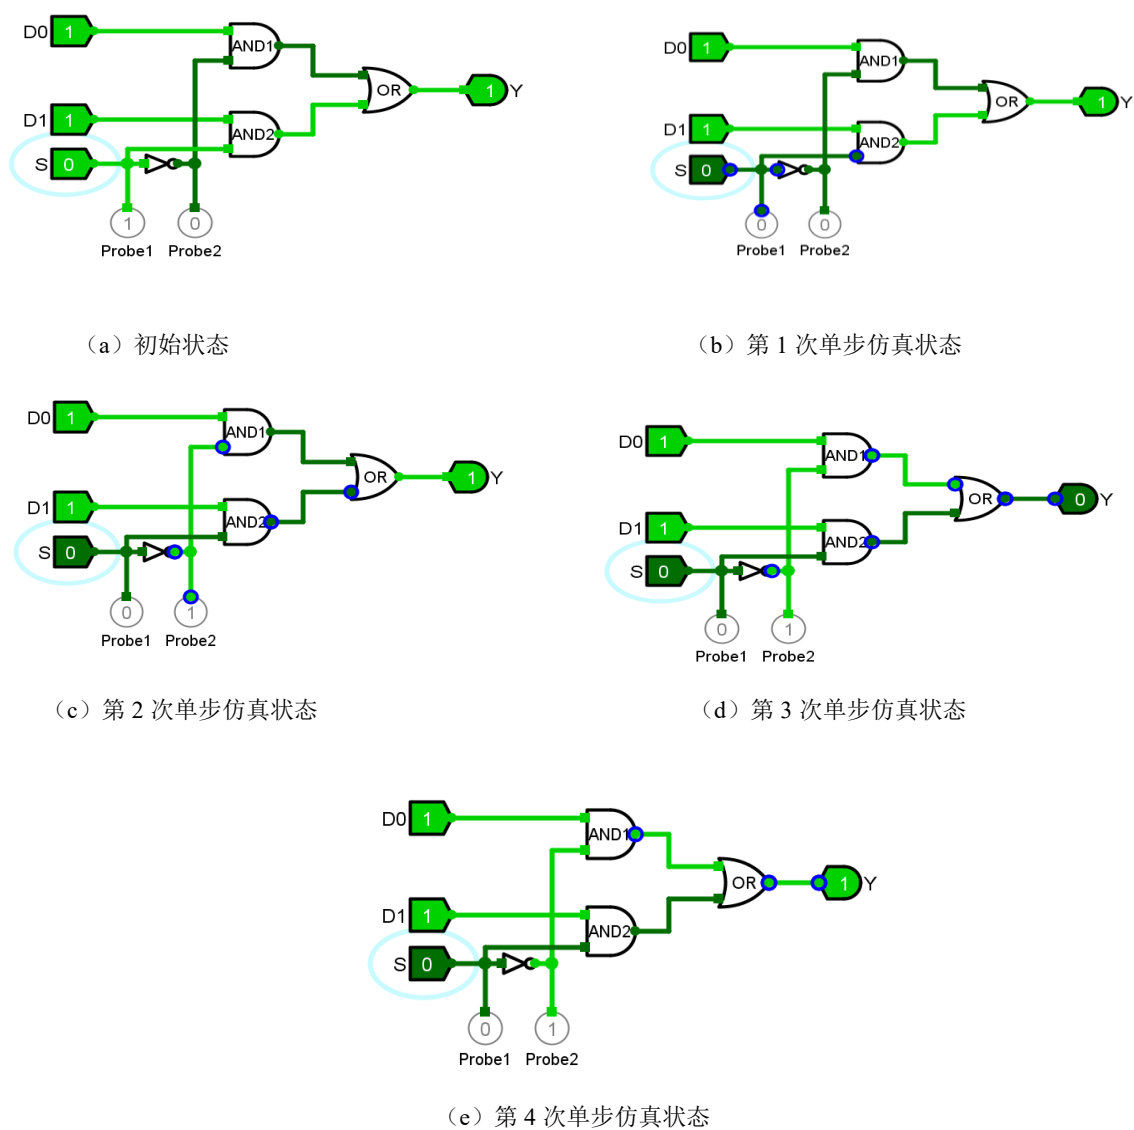

图 1.16 电路冒险检测状态变化过程
③ 通过非门输入端和输出端设置探针对电路进行单步仿真。利用单步仿真进行电路冒险检测过程如图 1.16 所示。首先将 S 输入端的赋值改为 0，然后在 Logisim 的 Simulate 菜单下点击单步仿真 (Step Simulation) 或按组合键 Ctrl+I 进行单步仿真。图 1.16(a) 是单步仿真的初始状态，此时探针 1 (Probe1) 和探针 2 (Probe2) 处还是保持原状态，分别是 1 和 0，说明非门的输入端并没有随着 S 的改变而立即发生变化；图 1.16(b) 是第 1 次单步仿真得到的状态，此时非门输入端发生变化，但其输出端没有立即发生变化；图 1.16(c) 是第 2 次点击后得到的状态，此时非门输出为 1，但与门 AND1 的输出没有变化；直到第 4 次单步仿真后每个逻辑门才都转变为正确的输入/输出状态，如图 1.16(e) 所示。单步仿真过程反映了信号在电路中的延迟情况。第